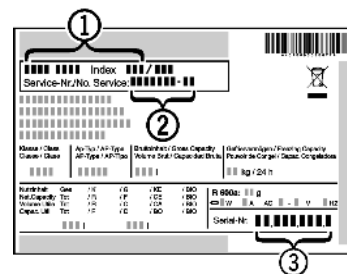

Fig. 15
- ▶ Odczytać z tabliczki znamionowej oznaczenie urządzenia *Fig. 15 (1)*, nr serwisowy *Fig. 15 (2)* oraz numer seryjny *Fig. 15 (3)*. Tabliczka znamionowa znajduje się po lewej stronie wewnątrz urządzenia.
- ▶ Poinformować serwis i podać opis zakłócenia, oznaczenie urządzenia *Fig. 15 (1)*, nr serwisowy *Fig. 15 (2)* oraz numer seryjny *Fig. 15 (3)*.